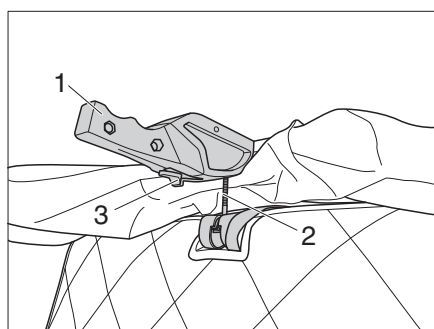

Figura 13 Apretar el bloqueo
- ▷ Antes de iniciar el viaje, verifique que las palancas de cierre de los dispositivos de bloqueo (Figura 13,1) a la izquierda y a la derecha están correctamente tensados. Si es necesario, ajuste el dispositivo de bloqueo de acuerdo con las instrucciones del fabricante.
- Empujar el perno (Figura 13,2) en el receptáculo de bloqueo.
- Presionar los cierres (Figura 13,1) de la izquierda y de la derecha hacia arriba.
- Verificar que el perno de bloqueo (Figura 13,2) no tenga juego.
- ▷ En caso de que el perno de bloqueo (Figura 13,2) tenga demasiado juego y el techo elevable no cierre correctamente, se deberá reajustar el bloqueo (véase el capítulo 12.3.2).